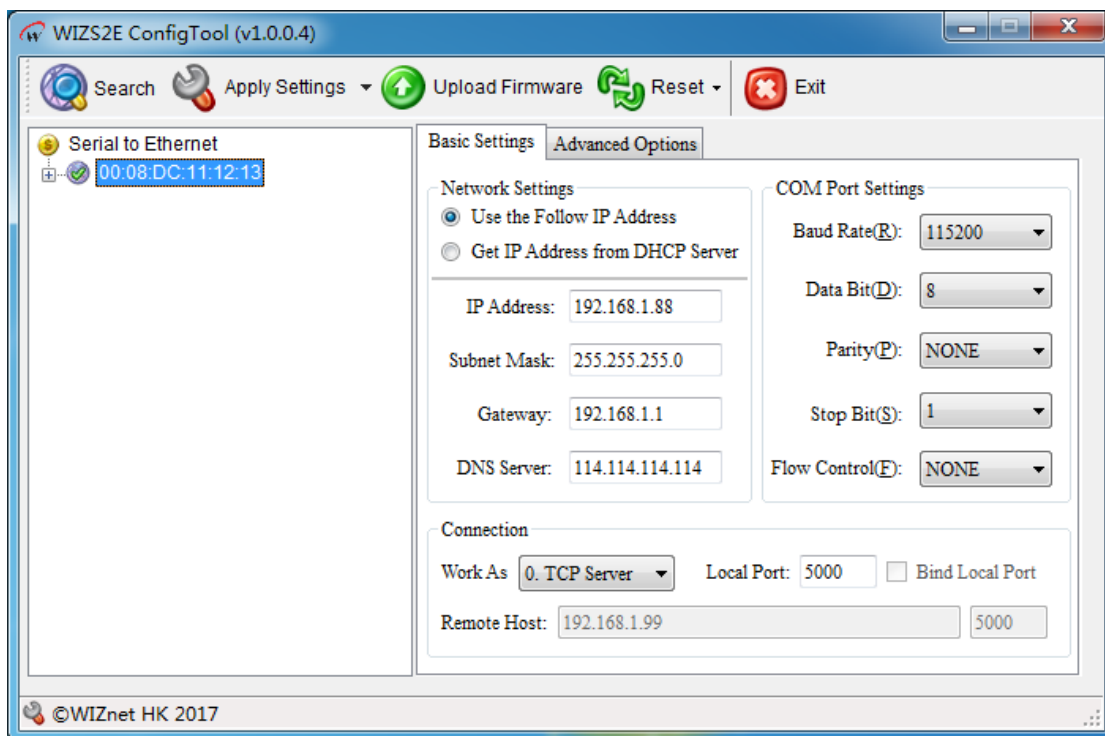

图 4-2 WIZ2E ConfigTool 搜索设备
- 3、点击  按钮，出现如图 4.2 所示界面，可以获取模块的 IP 地址等信息。